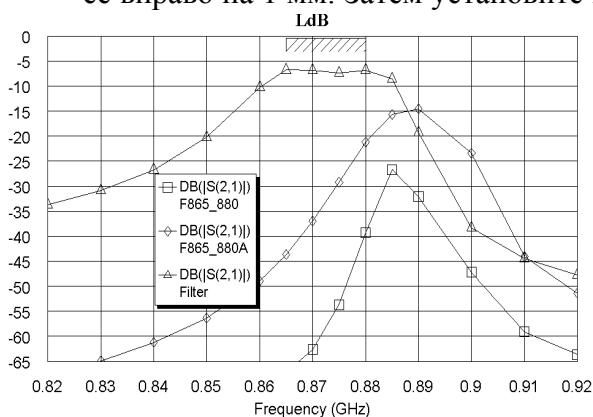

Рис. 3.146
6. Установите курсор на имя электромагнитной структуры в левом окне проекта и, нажав левую кнопку мышки, переместите курсор на группу **EM Structures**. Переименуйте созданную копию структуры в **F865_880A**. Дважды щёлкните по третьему резонатору. Установите курсор на ромбик посередине правой стороны этого резонатора и сдвиньте её вправо на 1 мм. Затем установите курсор на ромбик посередине левой стороны этого резонатора и сдвиньте его также вправо на 1 мм. Таким образом, мы уменьшили зазор между третьим и четвёртым резонаторами на 1 мм, сохранив ширину резонатора. Дважды щёлкните по второму резонатору и сдвиньте его вправо на 2 мм, уменьшив зазор между вторым и третьим резонаторами на 1 мм. Дважды щёлкните по первому резонатору и сдвиньте его вправо на 3 мм. Аналогично сдвиньте влево пятый резонатор на 1 мм, шестой резонатор на 2 мм и седьмой резонатор на 3 мм. Дважды щёлкните по входному проводнику, установите курсор на ромбик посередине правой стороны и сдвиньте эту сторону вправо до соединения с первым резонатором. Аналогично соедините выходной проводник с последним резонатором. Сделайте активным окно графика и щёлкните по значку **Analyze** на панели инструментов. График показан на рис. 3.146, характеристика приближается к требуемой.
курсор на ромбик посередине правой стороны и сдвиньте эту сторону вправо до соединения с первым резонатором. Аналогично соедините выходной проводник с последним резонатором. Сделайте активным окно графика и щёлкните по значку **Analyze** на панели инструментов. График показан на рис. 3.146, характеристика приближается к требуемой.
Таким образом, мы уменьшили зазор между третьим и четвёртым резонаторами на 1 мм, сохранив ширину резонатора. Дважды щёлкните по второму резонатору и сдвиньте его вправо на 2 мм, уменьшив зазор между вторым и третьим резонаторами на 1 мм. Дважды щёлкните по первому резонатору и сдвиньте его вправо на 3 мм. Аналогично сдвиньте влево пятый резонатор на 1 мм, шестой резонатор на 2 мм и седьмой резонатор на 3 мм. Дважды щёлкните по входному проводнику, установите курсор на ромбик посередине правой стороны и сдвиньте эту сторону вправо до соединения с первым резонатором. Аналогично соедините выходной проводник с последним резонатором. Сделайте активным окно графика и щёлкните по значку **Analyze** на панели инструментов. График показан на рис. 3.146, характеристика приближается к требуемой.